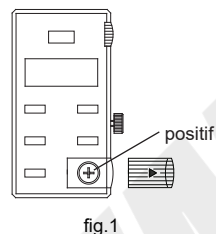

fig.1
1. Placer la pile dans la balance, le côté positif de la pile doit être orienté vers l'extérieur (fig.1).